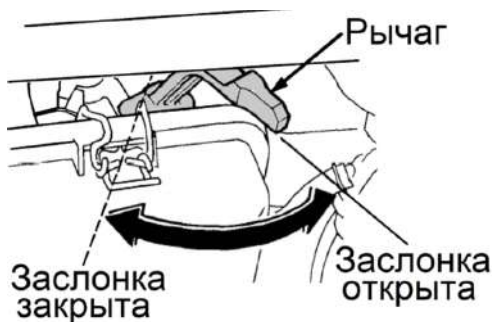

Рис. 14 Рычаг управления воздушной заслонкой
2. Закройте воздушную заслонку карбюратора. Для этого переведите рычаг управления воздушной заслонкой в крайнее левое положение (Рис. 14).